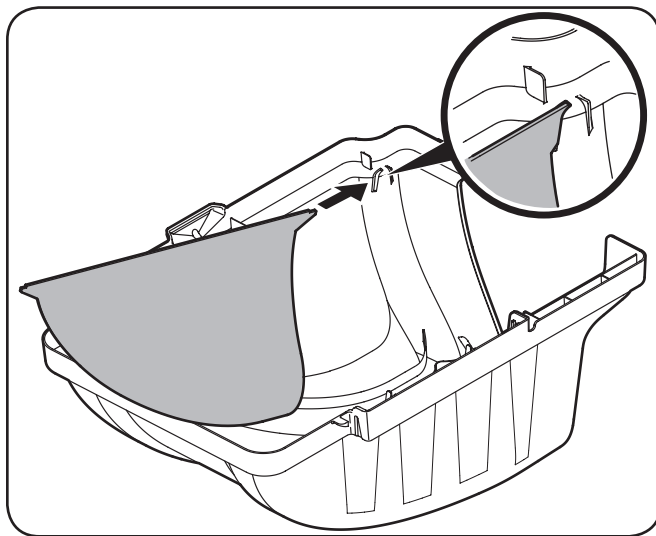
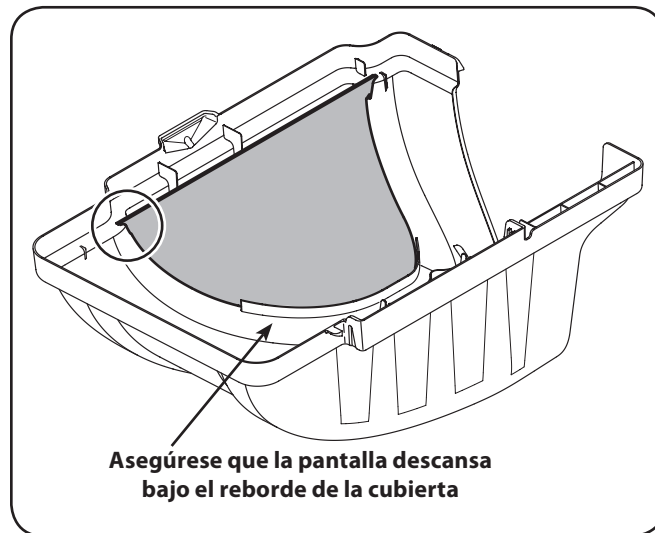

Figura 4-11
Figura 4-12
3. Instale la pantalla de la embolsadora en la cubierta de la misma insertando primero el extremo más próximo en el lado con el recorte en el orificio de montaje, como en la Figura 4-11. Asegúrese de pasar la pantalla por debajo del reborde, como en la Figura 4-12.
4. Calce el otro lado empujando la pantalla dentro del recorte provisto. Vea la Figura 4-12.